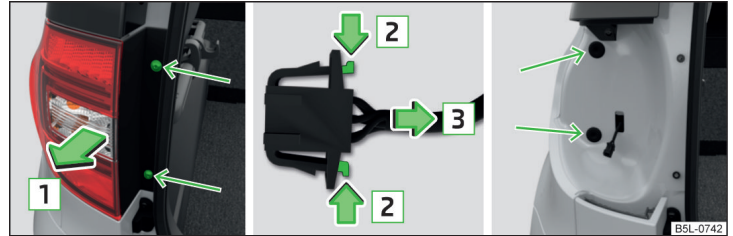

Fig. 204 Démontage des lampes / retrait de la fiche
- Dévissez la lampe à l'aide du tournevis faisant partie de l'outillage de bord » fig. 204 - » page 210, *Outils de bord*.
- Saisir la lampe et la retirer avec précaution dans le sens de la flèche 1 par des mouvements d'oscillation » fig. 204.
- Insérez l'ampoule dans les logements de la carrosserie » fig. 204.
- Vissez à fond la lampe avec les vis » fig. 204.